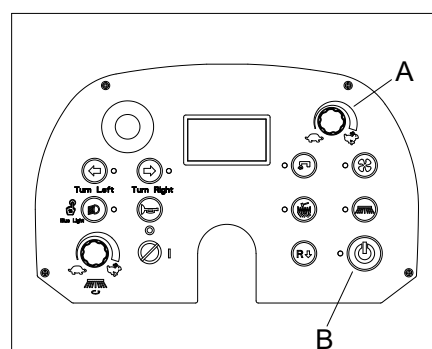

Figura 12
Quando si lavora su pavimenti bagnati, è fondamentale spegnere il sistema di aspirazione premendo il pulsante dell'aspirazione (A, Figura 12) per evitare che il filtro antipolvere venga danneggiato.
5. Per un funzionamento ottimale della macchina, il filtro antipolvere deve essere il più pulito possibile. Per pulirlo mentre spazza, accendere lo scuotifiltro premendo il pulsante scuotifiltro (B, Figura 12). Durante questa operazione il motore di aspirazione si spegne automaticamente. Dopo aver pulito il filtro, l'impianto di aspirazione riprende a funzionare automaticamente; quindi ricominciare a spazzare. Durante il funzionamento, la modalità "pulizia automatica del filtro" può essere attivata premendo il pulsante dello scuotifiltro (B, Figura 12) per 1 secondo, che in media può ripetere la procedura di pulizia del filtro ogni 10 minuti (a seconda della polverosità dell'area da pulire, l'intervallo può essere impostato da 1 a 60 minuti, fare riferimento al Manuale di assistenza per l'impostazione dei parametri).